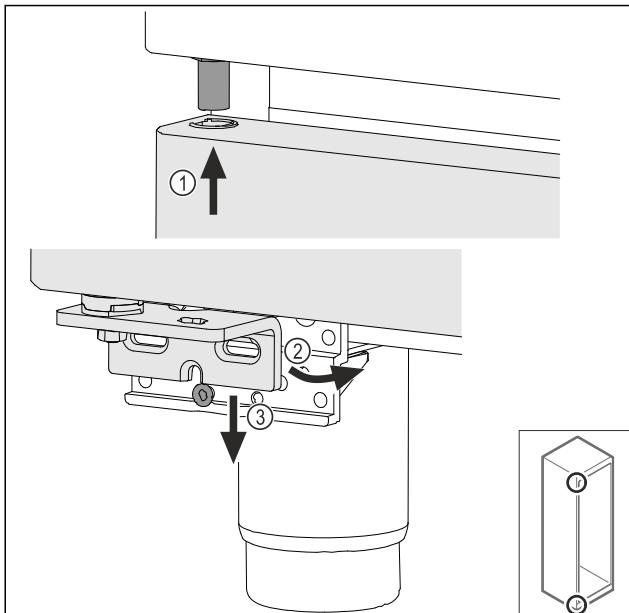

Fig. 70
- ▶ Naviňte hore zľahka naklonené dvere Fig. 70 (1), rovno vyrovnajte dvere Fig. 70 (2) a nasadťte ich dole na skrutku ložiskovej konzoly Fig. 70 (3).